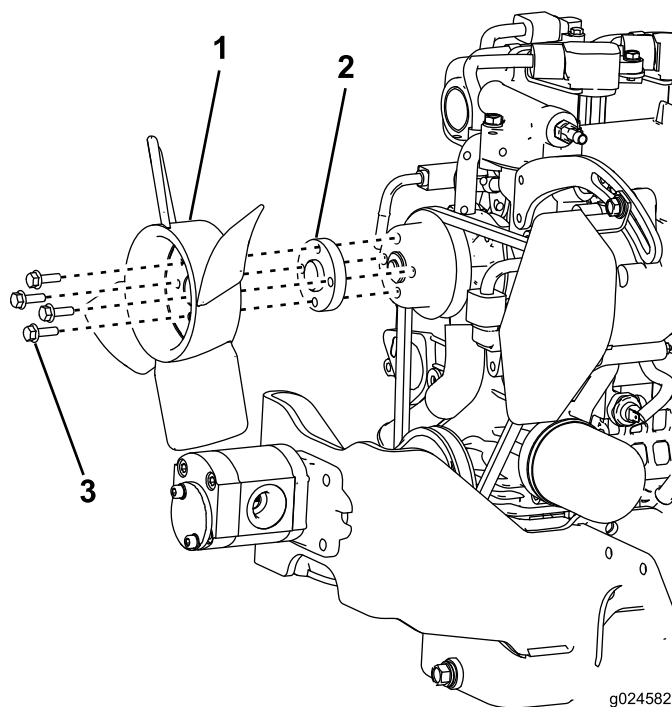

Figure 7
2. Posez le collet de ventilateur et le ventilateur sur la poulie ; voir Figure 7.